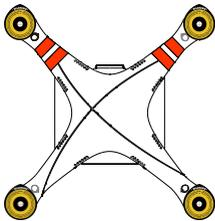

图 1
1. (图 1) 初次安装螺旋桨前, 请阅读电机上的小纸片说明, 然后移除它们。